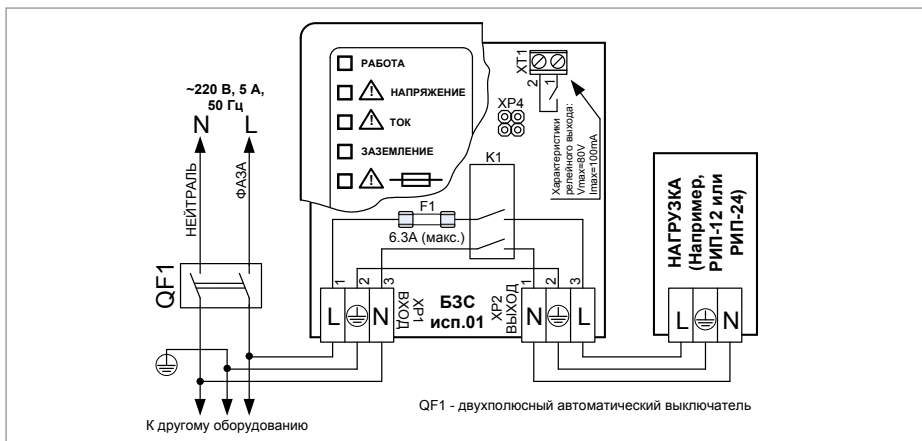

Рисунок 1. Схема подключения «БЗС исп.01»
- До подачи напряжения сетевого питания необходимо с помощью перемычки на разъёме ХР4 (см. Рисунок 1), установить пределы срабатывания защиты по напряжению и время задержки включения согласно табл. 1.
Согласно схеме соединений на Рисунок 1: